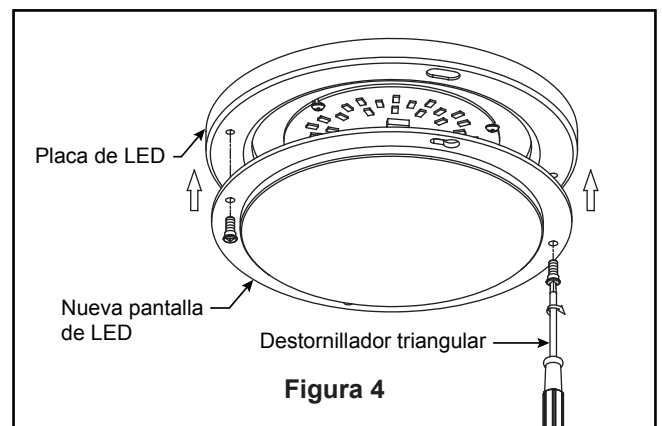

Figura 4
- 4.** Instale la nueva pantalla de LED en al placa de LED usando la vuelva a colocar el tornillos extraído con el destornillador triangular suministrada. (Figura 4)